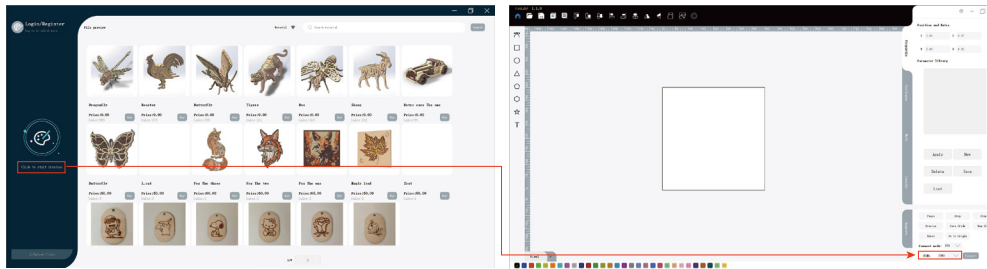

Fig.1
3. Öffnen Sie die CutLabX-Software, um die Autoreseite aufzurufen. -Fig.1